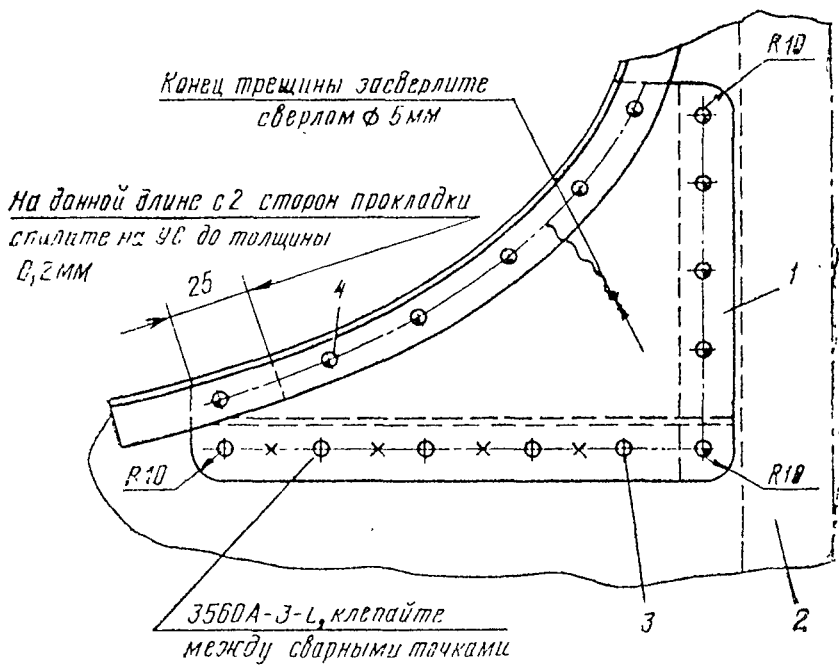

Рис. 4.11. Устранение трещины обшивки вблизи бортового угольника gondoly двигателя:
11. Обшивку с трещинами вблизи профиля крепления гондолы двигателя к центроплану ремонтируйте установкой усиливающей накладки, установив ее под бортугольник, и приклепайте к близлежащим шпангоутам и стрингерам (рис. 4.11). Концы трещины засверлите сверлом $\varnothing 5$ мм.